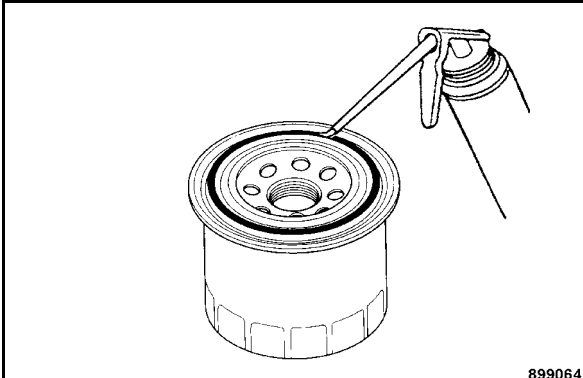

Fig. 136
- Enduire légèrement d'huile le joint en caoutchouc de la nouvelle cartouche filtrante (Fig. 136).